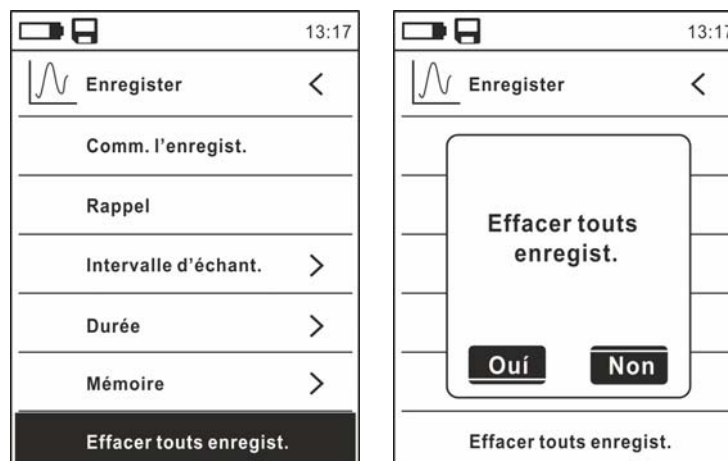

Fig. 38: Fonction data logger – Suppression de tous les enregistrements
26. Sélectionner la rubrique « Effacer tous enregist. » (voir Fig. 38 – partie gauche) et appuyer sur la touche ≡. La page-écran Fig. 38 – partie droite s'affiche à l'écran